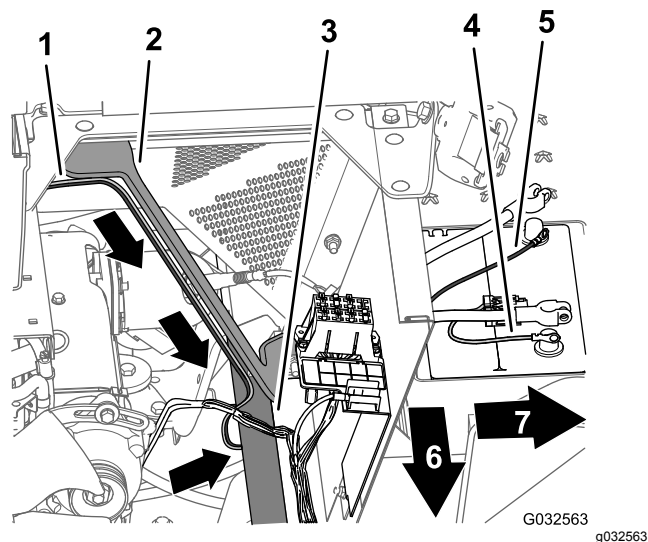

Figura 138
3. Passe a secção com 165 cm da cablagem para baixo ao lado do suporte esquerdo para o resguardo do motor e debaixo do tubo da estrutura esquerdo (**Figura 138**).
4. Passe o fusível de 50 A e os terminais redondos positivo e negativo da secção com 165 cm da cablagem pela parte superior da bateria (**Figura 138**).